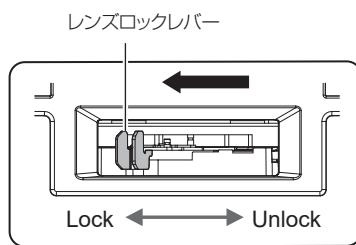

図3
- レンズロックレバーが LOCK 側（図3）にある場合は、レンズロックレバーをつまんで UNLOCK 側（図2）に回してください。
4) 投写レンズを持ちながら、レンズロックレバーをつまんで LOCK 側に回しきる（図3）